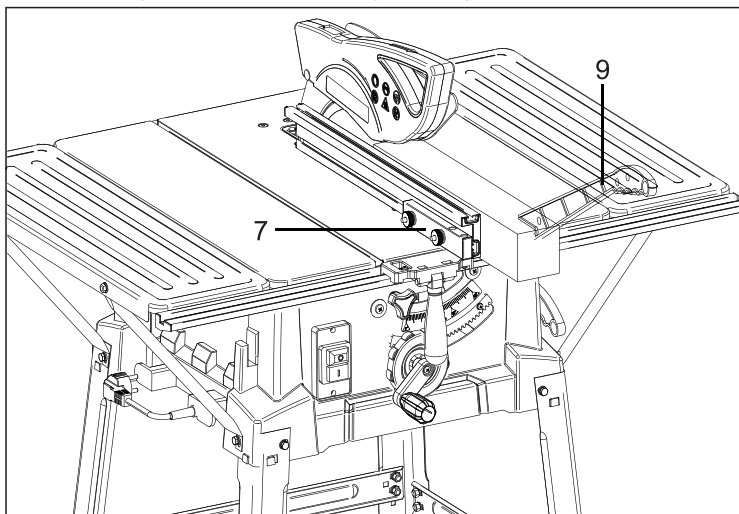

Рис. 15
**Внимание!** Запрещается подавать заготовку рукой во избежание несчастного случая. Используйте толкатель 9 (рис. 15)